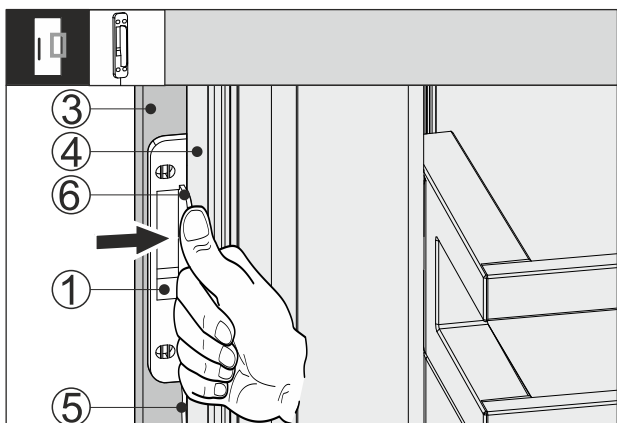

Fig. 65
- Senzor kucanja Fig. 65 (1) gurnite između prednje strane elementa Fig. 65 (3) i vrata uređaja Fig. 65 (4) tako da kabel Fig. 65 (5) bude lagano zategnut. Graničnik Fig. 65 (6) senzora kucanja naliježe Fig. 65 (4) vrata uređaja.
- Pritisnite senzor kucanja Fig. 65 (1) na prednju stranu Fig. 65 (3) elementa.
- Senzor kucanja Fig. 65 (1) je prilijepljen. Lijepljenje senzora kucanja optimizira prenošenje signala kucanja.
- Trajno pričvršćivanje senzora kucanja Fig. 65 (1) produljuje životni vijek uređaja.
- Senzor kucanja pričvrstite priloženim vijcima Fig. 65 (1) na prednju stranu Fig. 65 (3) elementa.